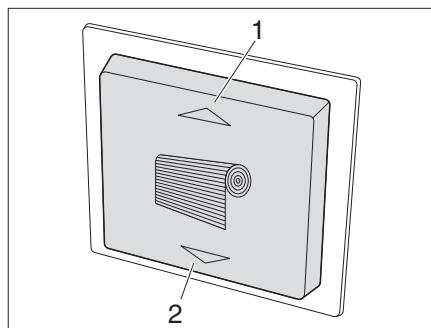
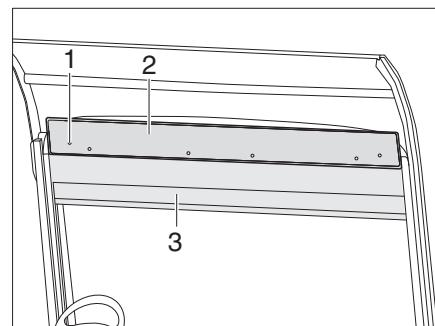

Fig. 82 Interruptor para la persiana
Fig. 84 Persiana con función de emergencia
Cerrar: ■ Pulsar la tecla (Fig. 82/2). La persiana (Fig. 84/3) para la luna delantera se mueve hacia abajo.
Abrir: ■ Pulsar la tecla (Fig. 82/1). La persiana (Fig. 84/3) para la luna delantera se mueve hacia arriba.
- Desenroscar 6 tornillos (Fig. 84/1) en la caja de la persiana y retirar el panel (Fig. 84/2).
- Enganchar la manivela en uno de los dos motores y subir o bajar la persiana (Fig. 84/3).